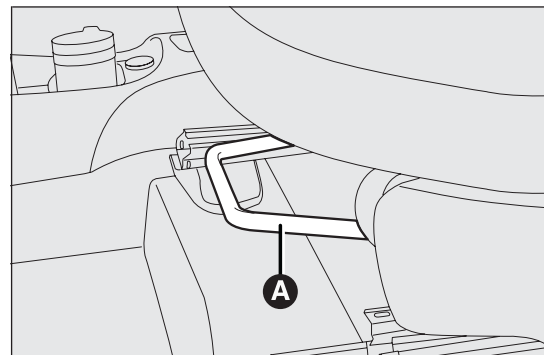
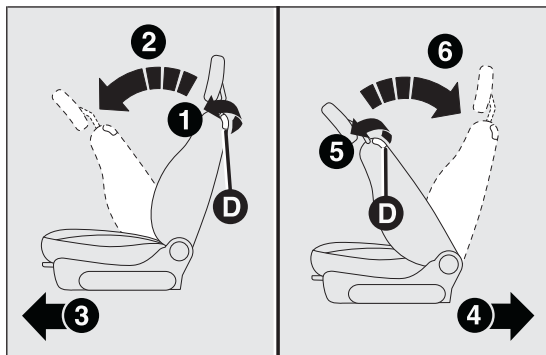

Abb. 16
Abb. 19
Den Hebel A Abb. 16 hochziehen und den Sitz nach vorne oder hinten verschieben: beim Lenken sollen die Arme auf dem Lenkradkranz aufliegen.
Zum Umklappen der Rückenlehne den Hebel D Abb. 19 betätigen (Bewegung 1) und die Rückenlehne bis zum Anschlag nach vorne drücken (Bewegung 2). Hebel D loslassen und durch Drücken auf die Rückenlehne den Sitz nach vorne schieben (Bewegung 3).
Um den Sitz wieder in die Ausgangsposition zu bringen, den Sitz durch Drücken auf die Rückenlehne bis zum Anschlag nach hinten schieben (Bewegung 4), den Hebel D Abb. 19 betätigen (Bewegung 5) und die Rückenlehne anheben (Bewegung 6), bis diese hörbar einrastet.
**ZUR BEACHTUNG** Wird der Hebel D Abb. 19 verwendet, bevor der Sitz in der Ausgangsposition verriegelt ist, geht die Information über die Anfangsposition des Sitzes verloren. In diesem Fall muss die Längsposition des Sitzes über die Sitzverstellung A Abb. 16 eingestellt werden.
Um den Sitz wieder in die Ausgangsposition zu bringen, den Sitz durch Drücken auf die Rückenlehne bis gewünschten Position nach hinten schieben (Bewegung 4), den Hebel D Abb. 19 betätigen (Bewegung 5) und die Rückenlehne anheben (Bewegung 6), bis diese hörbar einrastet.